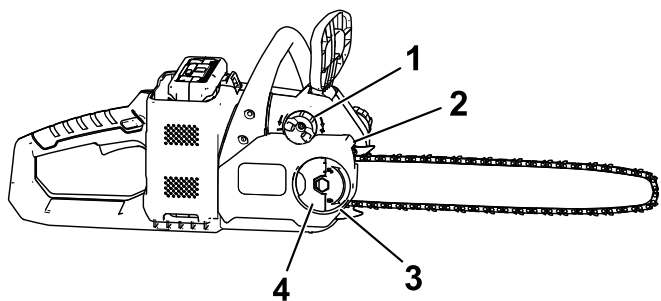

Figure 29
2. Dépliez la languette de l'écrou à oreille et desserrez, mais ne retirez pas, l'écrou du couvercle (Figure 29).
5. Vissez l'écrou à oreilles jusqu'à ce qu'il soit bien serré, puis repliez la languette (Figure 29).
2. Dépliez la languette de l'écrou à oreille qui fixe le couvercle (Figure 29), et retirez l'écrou.
- Détendez la chaîne en tournant la vis de tension dans le sens antihoraire (Figure 29).